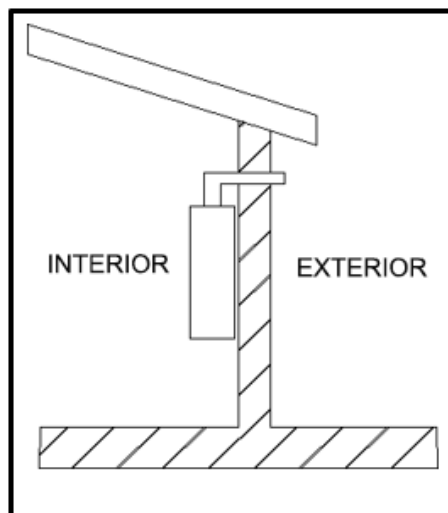

Fig. 3
- El conducto del calentador de agua a gas debe instalarse a través de una pared externa, el calentador no puede ser instalado en el exterior. (Fig. 3).